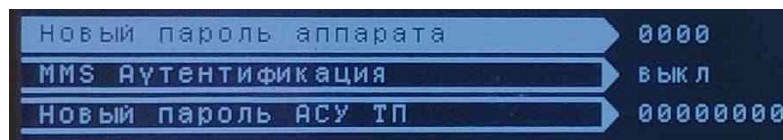

Рисунок 17 – Підрозділ «Зміна пароля»
**2.3. «Зміна пароля»** - підрозділ призначений для зміни раніше встановленого пароля (див. рисунок 17).